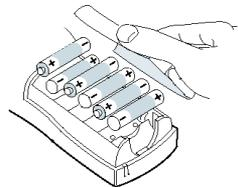

Figura 2
1. Retire la tapa del compartimento para pilas. Ver Figura 2.